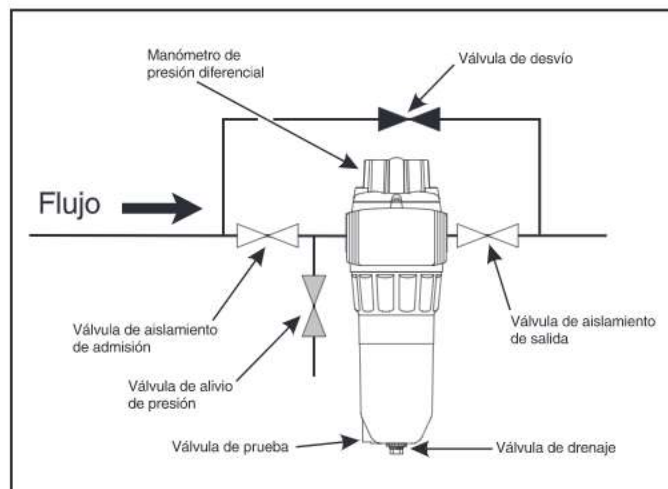

Figura 3
1. Aísle el filtro abriendo la válvula de desvío (en una instalación con tres válvulas; refiérase a la Figura 3), y cerrando ambas válvulas de aislamiento.